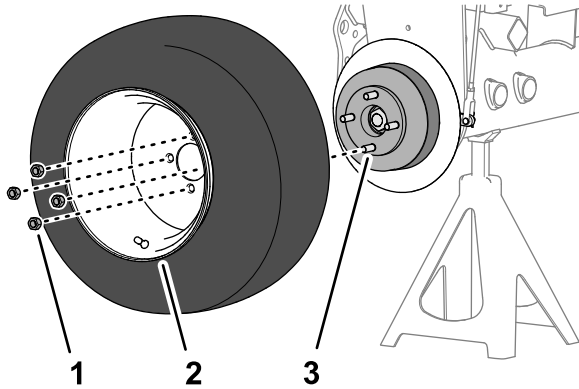

Figura 64
1. Retire las 4 tuercas que sujetan la rueda delantera al cubo, y retire la rueda (Figura 64).